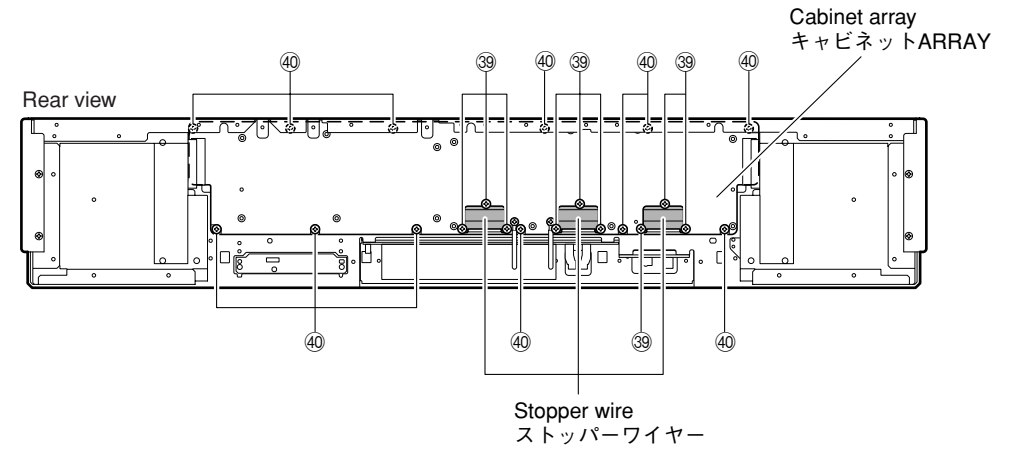

Fig. 11
- d. Remove 9 screws (39) and then remove stopper wire. (Fig. 11)
- e. Remove 12 screws (40) and then remove cabinet array. (Fig. 11)
- d. 39のネジ9本を外し、ストッパーワイヤー3個を取り外します。(Fig. 11)
- e. 40のネジ12本を外し、キャビネットARRAYを取り外します。(Fig. 11)